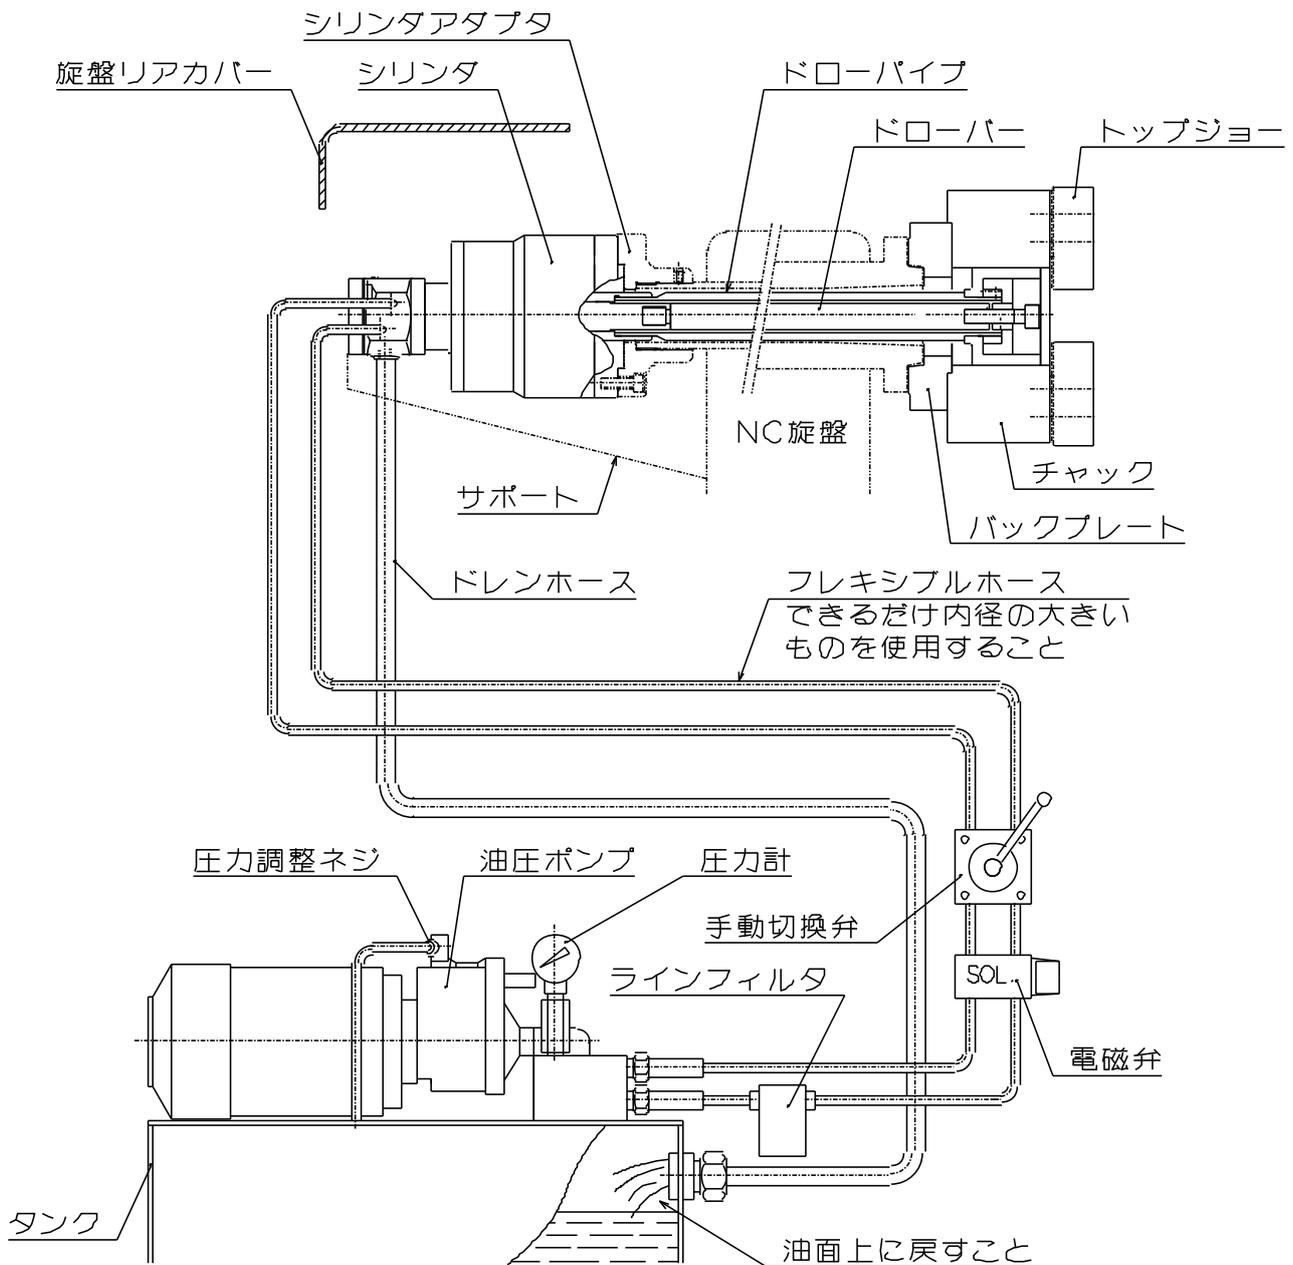

図 15
- ・ ドレンは必ず油圧ユニットの油面上に戻すこと。(図 15 参照)